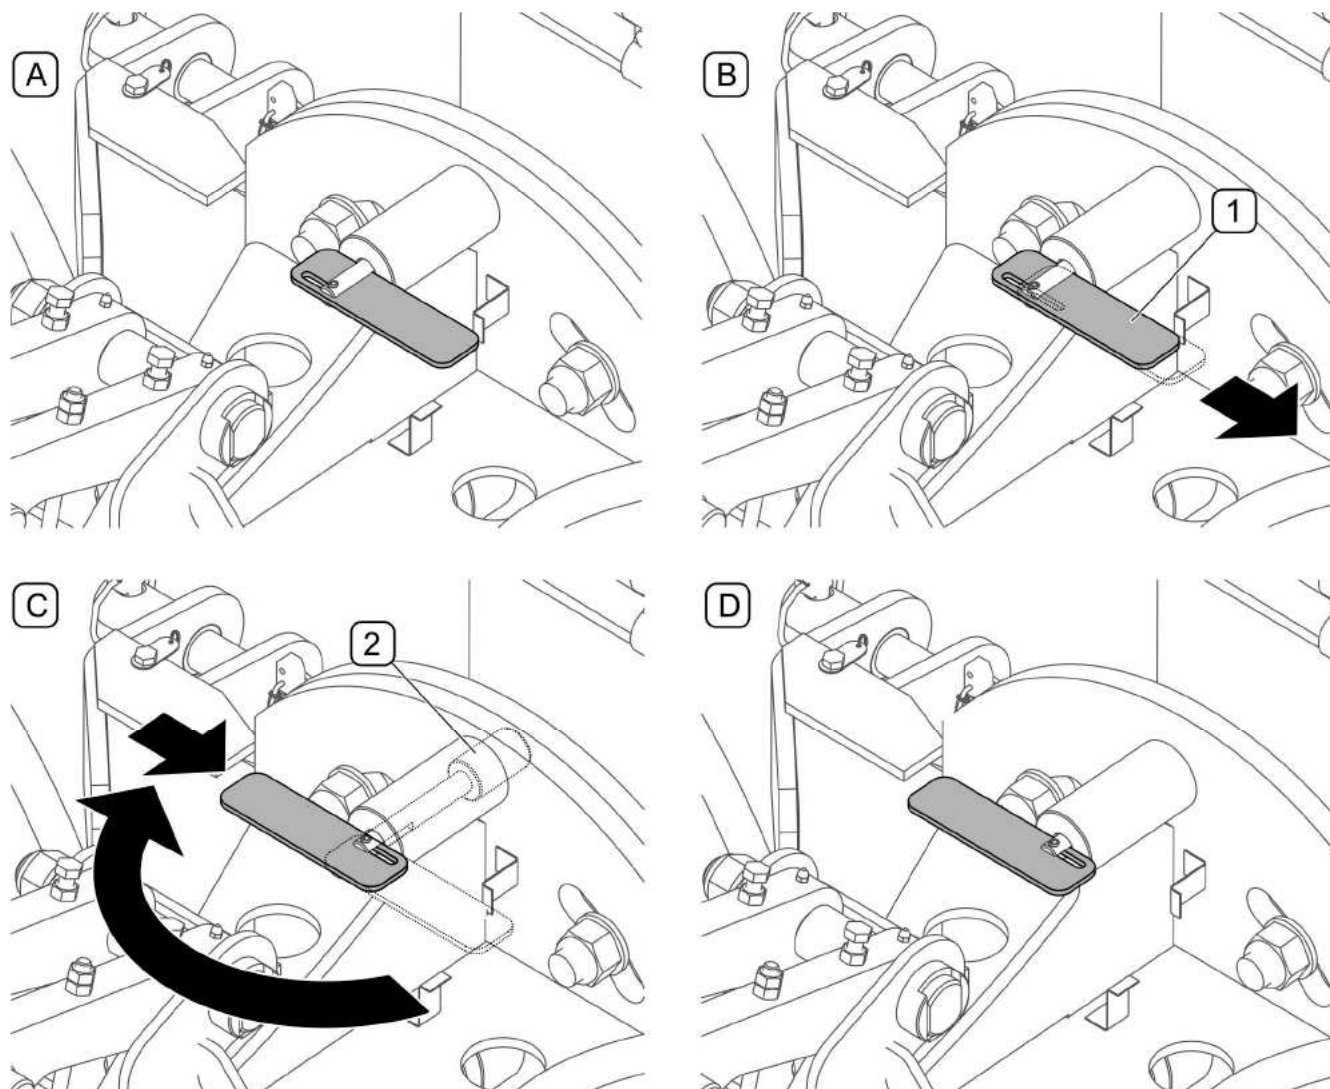

РИСУНОК 4.12 Блокирование в транспортном положении
В плугах с трехточечной системой навески (торсионной) кат. II-III на время передвижения с поднятым отвалом необходимо заблокировать систему навески (РИСУНОК 4.12), чтобы не допустить до перекосов плуга на бока. Для этого необходимо:
- переместить рукоятку (1) собачки в крайнее наружное положение продолговатого отверстия (РИСУНОК 4.12, B).
- Повернуть рукоятку на 180° - палец (2) собачки должен вдвинуться в замок (РИСУНОК 4.12, С).
- Переместить рукоятку (2) блокировки в крайнее внутреннее положение продолговатого отверстия, чтобы заблокировать собачку в зацепленном положении.
В плугах с трехточечной системой навески (*торсионной*) кат. II-III перед отсоединением от трактора (транспортного средства) рекомендуется заблокировать систему навески в транспортном положении (РИСУНОК 4.12).